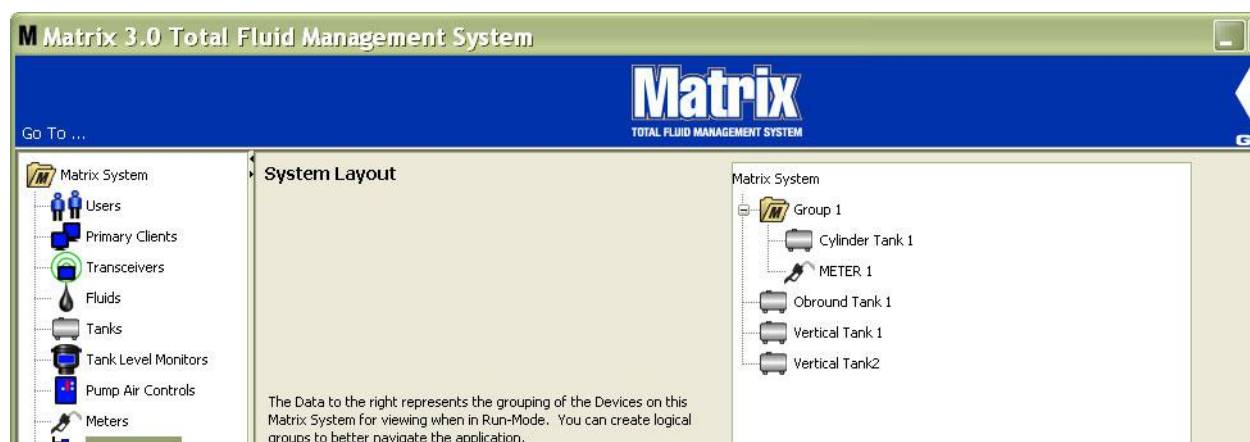

Рис. 132
12. После создания или внесения изменений в папки групп нажмите кнопку «OK» [ОК], чтобы закрыть окно и сохранить изменения. Созданная группа(-ы) отображается в столбце «Matrix System» [Система Matrix] (Рис. 132).